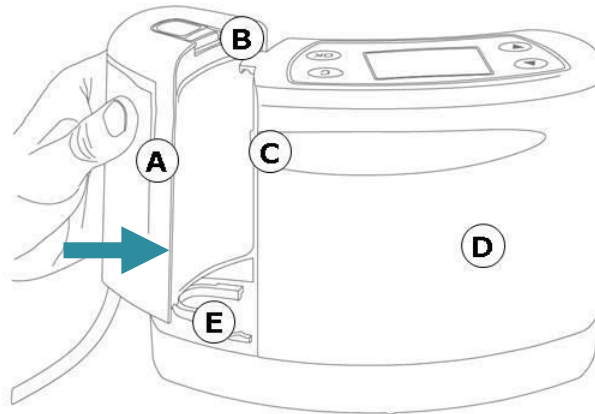

Abb. 5 Anschluss des Einweg-Sekretbehälters
1. Nehmen Sie den Einweg-Sekretbehälter (Abb. 5 (A)) aus der Verpackung.
2. Schieben Sie den Behälter auf die Führungsschiene (Abb. 5 (E)) am **ASSKEA procuff® M**, bis der Einweg-Sekretbehälter hörbar an der Verriegelung (Abb. 5 (B)) einrastet.
4. Drücken Sie auf die Verriegelung oben am Behälter (Abb. 5 (B)), halten Sie diese gedrückt und ziehen Sie den Einweg-Sekretbehälter waagrecht von dem Gerät weg.